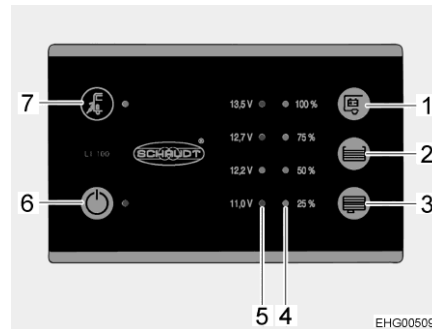

Fig. 85 Panneau de contrôle (LT 100)
La DEL jaune près du symbole de raccordement électrique "⚡" (Fig. 85,7) est allumée quand le véhicule est raccordé à une tension réseau externe. La DEL reste allumée quand le panneau de contrôle est éteint.
L'interrupteur principal 12 V (Fig. 85,6) établit ou coupe le panneau de contrôle et l'alimentation 12 V de la cellule.
- Appuyer sur l'interrupteur "⏻" (Fig. 85,6) : L'alimentation 12 V de la cellule est assurée. La DEL s'allume en vert.
- Appuyer de nouveau sur l'interrupteur "⏻" (Fig. 85,6) : L'alimentation 12 V de la cellule est coupée. La DEL s'éteint.
L'échelle DEL (Fig. 85,5) indique la tension de la batterie de cellule comme suit :
- Appuyer sur la touche "  " (Fig. 85,1) : La tension de la batterie de cellule est affichée.
L'échelle DEL (Fig. 85,4) indique le niveau de remplissage du réservoir d'eau fraîche ou de celui d'eaux usées.
Appuyer sur la touche "☰" (Fig. 85,2) : Le niveau de remplissage du réservoir d'eau fraîche est indiqué par les DEL allumées.
Appuyer sur la touche "☷" (Fig. 85,3) : Le niveau de remplissage du réservoir d'eaux usées est indiqué par les DEL allumées.